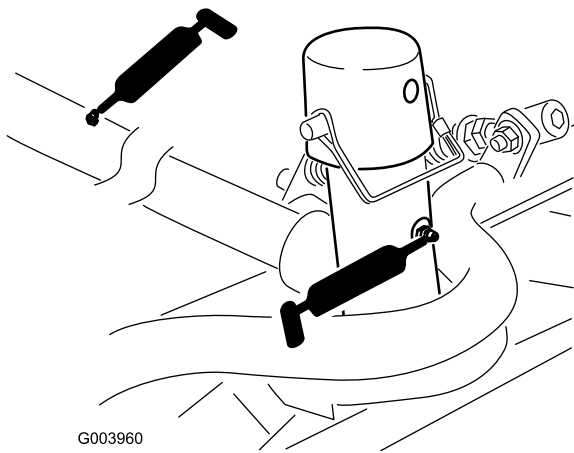

Figura 106
- Pivota în cadrul de susținere al unității de tăiere (2 pentru fiecare) (Figura 106)